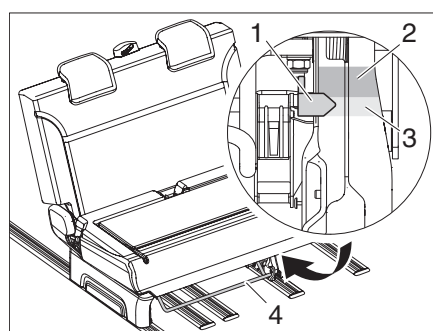
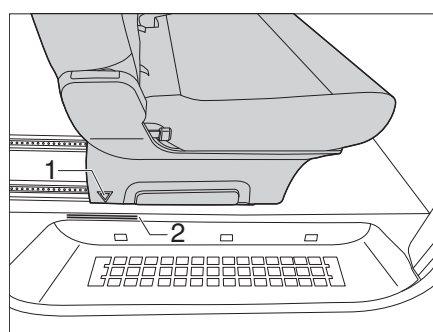

Fig. 18 Posizione di allacciamento cinture del divanetto - marcatura sotto il divanetto
Fig. 19 Posizione di allacciamento cinture del divanetto - marcatura sull'accesso
Affinché le persone che vi siedono possano allacciare le cinture, il divanetto deve trovarsi in posizione adatta. La posizione di allacciamento cinture è contrassegnata dalla marcatura (Fig. 19,2) sull'accesso e dall'indice (Fig. 18,1) che si trova sotto il divanetto.
- ▶ Controllare visivamente se l'indice (Fig. 18,1) si trova nel campo rosso o verde.
- Tirare la staffa (Fig. 18,4) e spostare il divanetto in modo che la freccia (Fig. 19,1) sul divanetto si trovi nel campo della marcatura (Fig. 19,2) o che l'indice (Fig. 18,1) si trovi all'interno del campo verde (Fig. 18,3).